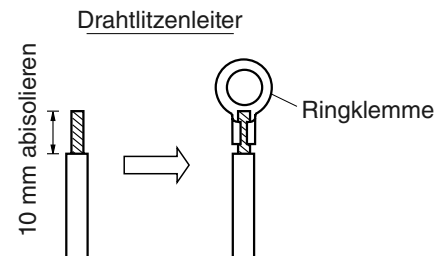
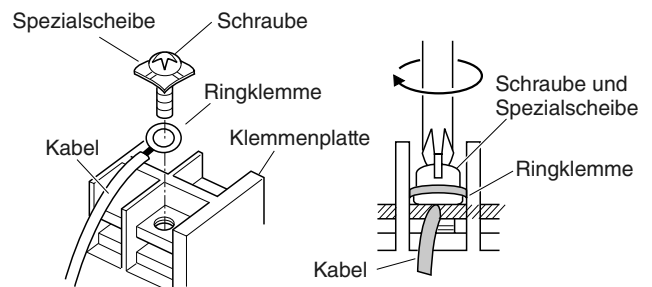

Abb. 5-5
Abb. 5-6
- (1) Das Ende des Kabels mit einem Seitenschneider beschneiden, dann die Isolierung abziehen, um ungefähr 10 mm der Litze freizulegen; danach die Enden der Litze verdrehen. (Abb. 5-5)
- (2) Unter Verwendung eines Kreuzschlitz-Schraubendrehers die Klemmschraube(n) von der Klemmenplatte herausdrehen.
- (3) Mit Hilfe eines Ringklemmen-Werkzeugs oder einer Klemmenzange die Ringklemme fest an jedem freigelegten Kabelende anbringen.
- (4) Die Ringklemme aufschieben, dann die vorher abgenommene Klemmschraube mit dem Schraubendreher wieder festziehen. (Abb. 5-6)